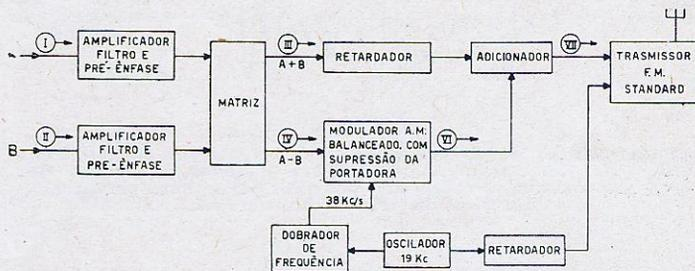
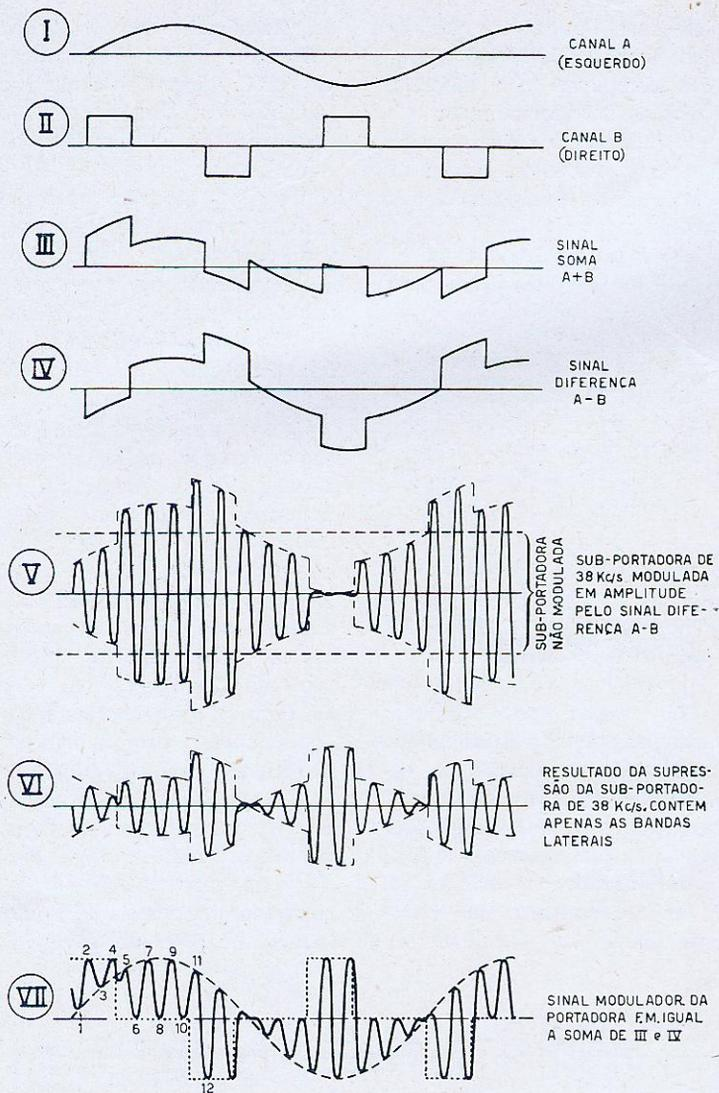

Figura 6
Figura 7
Diagrama completo da secção de áudio de um transmissor F.M. de estereofonia em multiplex. Os números romanos referem-se às formas de onda ilustradas na figura 7.
Figura 6 é o diagrama em blocos do transmissor, enquanto a figura 7 ilustra as formas de onda nos diversos pontos do circuito. Os sinais esquerdo (A) e direito (B) são amplificados e filtrados separadamente antes de sua introdução na matriz. Esta proporciona os programas monofônico (A+B) e estereofônico (A-B), cujas respectivas formas de onda estão ilustradas nas linhas III e IV da figura 7.
que produz bandas laterais acima e abaixo da frequência da sub-portadora (38 Kc/s). Se o modulador fôsse do tipo comum, sua saída teria o aspecto da figura 7-V, porém, como se trata de um circuito balanceado, a supressão é feita automaticamente, e a onda resultante é a da figura 7-VI. A portadora de 38 Kc/s que alimenta o modulador provem de um oscilador-dobrador, cuja frequência é controlada pelo sinal de outro oscilador de 19 Kc/s. Este último é um
As bandas laterais obtidas do modulador são finalmente somadas ao sinal A+B num adicionador, resultando a forma de onda vista na figura 7-VII. Esta última contém tanto a informação referente ao canal A como a do canal B; com efeito, traçando-se a envoltória dos picos pares da onda (2, 4, 6 etc...), conforme indicado pela linha pontilhada, obter-se-á o sinal original do canal B (direito). A envoltória dos picos ímpares da onda composta (1, 3, 5, 7, etc.), traçada em linha tracejada, fornece o sinal original do canal A (esquerdo).